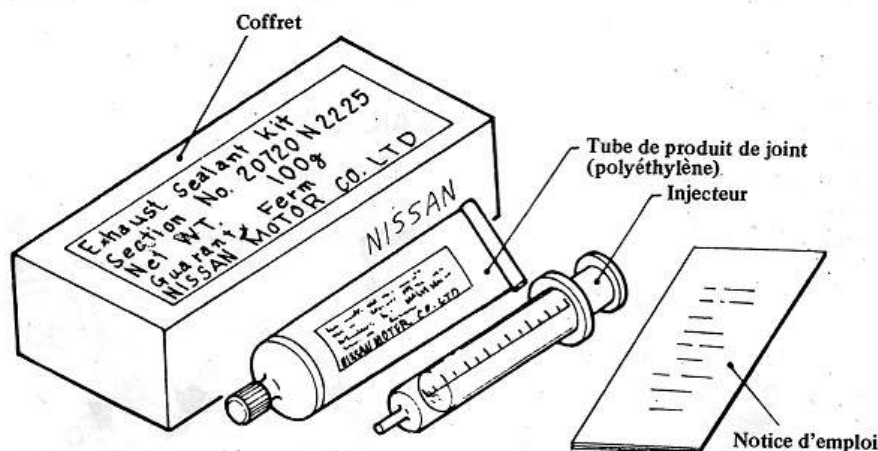

Fig. FE-23 Coffret de calfeutrage
(1) Utiliser le coffret spécial d'origine Nissan 20720-N2225 ou un équipement équivalent. Voir figure FE-23.